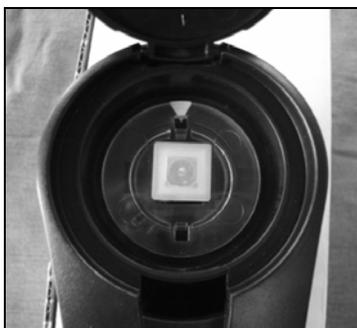

Figura 3. ORP. Marca de Referencia del Colorímetro.
- Siempre la posición de la celda encarando hacia la marca de referencia color blanco del espacio para la celda en el Colorímetro. (Ver Figura 3. ORP).